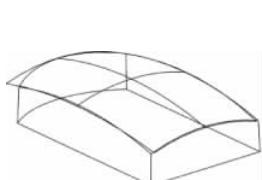

图 3-33 替换曲面
(10) 选取“插入 | 同步建模 | 替换面”命令, 选取实体上表面为要替换的面, 选取扫掠曲面为替换面, 单击“确定”按钮, 创建替换曲面, 如图 3-33 所示。
(11) 在主菜单中选取“格式 | 移动至图层”命令, 选取曲面和曲线, 单击“确定”按钮。